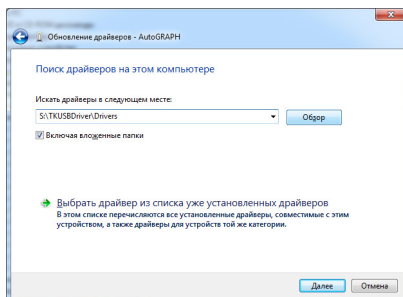

Рис.3.Путь к папке с драйверами.
5.Укажите путь к папке, в которую ранее были распакованы файлы драйвера и нажмите кнопку «Далее» (Рис.3).